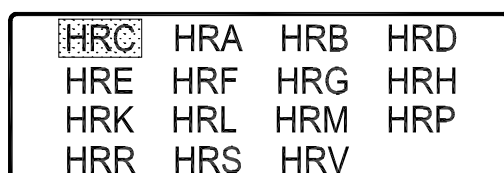

图 1
4. 开始修正。在初始菜单状态下，依次连续按“ENTER”、“ENTER”、“ ”、“ENTER”键，此时出现图 1 画面，表示进入修正状态。
9. 按“MENU”,画面返回到图1,可以选择进行其他标尺的修正。